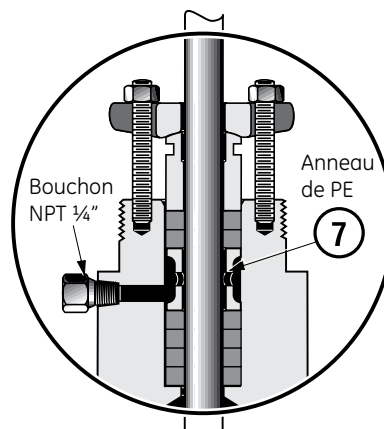

Figure 5 - Connexion de lubrification (En option)
- J. Si un circuit de détection de fuite était installé, brancher celui-ci sur la connexion latérale NPT du chapeau. Sinon, s'assurer que le bouchon 1/4" NPT est resté en place (Figure 5).